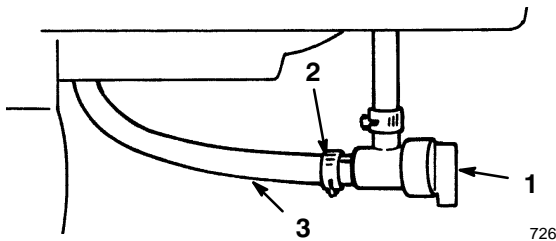

Abbildung 19
1. Den Kraftstoffhahn unter dem Kraftstofftank (Abb. 19) durch Drehen nach links schließen.
3. Die Schlauchklemme lösen, mit der die Kraftstoffleitung am Kraftstoffhahn befestigt ist, und die Leitung vom Hahn herunterschieben (Abb. 19).